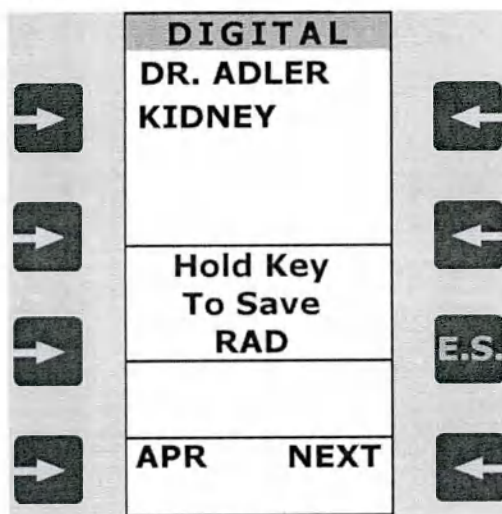

Рисунок 37
- **Постоянно**, для обновления диаграмм методик путем сохранения новой программы **APR** для конкретного исследования в базу данных режима **APR** для последующего использования (Рисунок 37).